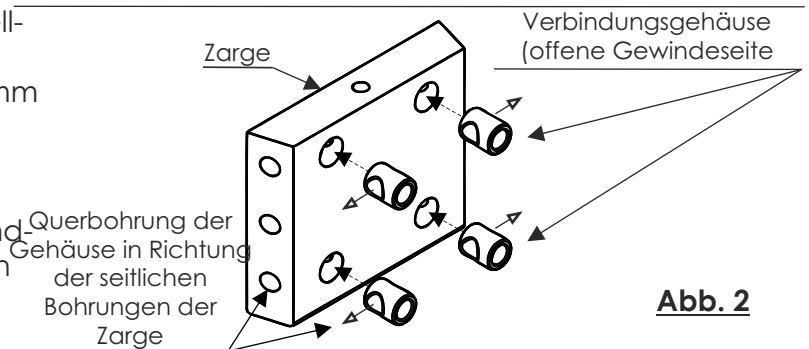

Abb. 2
3. Legen Sie sich die Zargen zurecht. Drücken Sie in jeder Zarge vier Verbindungsgehäuse ein. Diese befinden sich im beiliegenden Beschlagsbeutel. Achten Sie darauf, dass die offene Gewindeseite des Gehäuses nach vorne und die Querboreung zu den seitlichen Bohrungen gerichtet ist. (Abb.2)